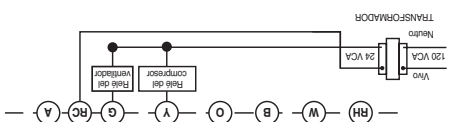
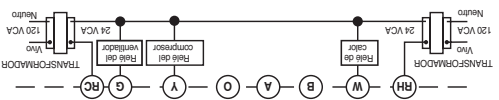

Figura 2. Diagrama de conexiones típico para sistemas de calor/frío de un solo transformador
Figura 3. Diagrama de conexiones típico para sistemas de calor/frío de dos transformadores
• Si su sistema tiene más de dos cables: Consulte en el cuadro de referencias las conexiones correctas. Si tiene un sistema de frío/calor de cuatro cables, deje conectado el puente instalado en fábrica entre RC y RH (vea la figura 2). Si su sistema tiene cinco cables, retire el puente instalado en fábrica entre RC y RH (vea la figura 3).